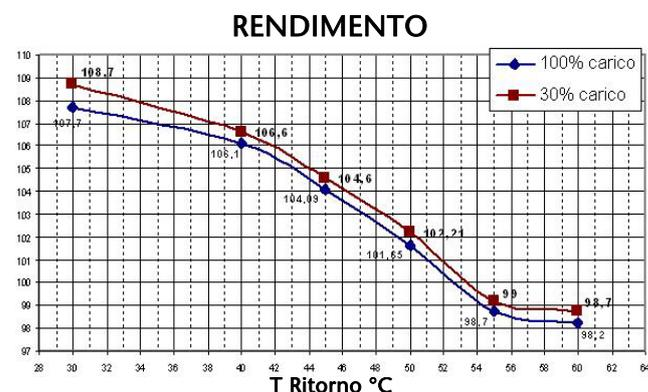

Figura 2
Il gruppo termico COROLLA Serie 500 rappresenta un punto d'arrivo per ciò che concerne economia di gestione, (rendimenti fino al 109% su Hi, vedi Figura 2) affidabilità e flessibilità. Grazie infatti allo speciale scambiatore di calore a potenza maggiorata, alla nuova gestione elettronica, alla modularità e versatilità che da sempre contraddistingue la serie COROLLA, è possibile effettuare un rapido collegamento ad ogni tipo d'impianto di riscaldamento e produzione di acqua calda sanitaria con accumulo.
- Scambiatore a condensazione in acciaio inox lato fumi e lega di rame lato acqua, con rendimento fino al 108.7% (vedi Figura 2);